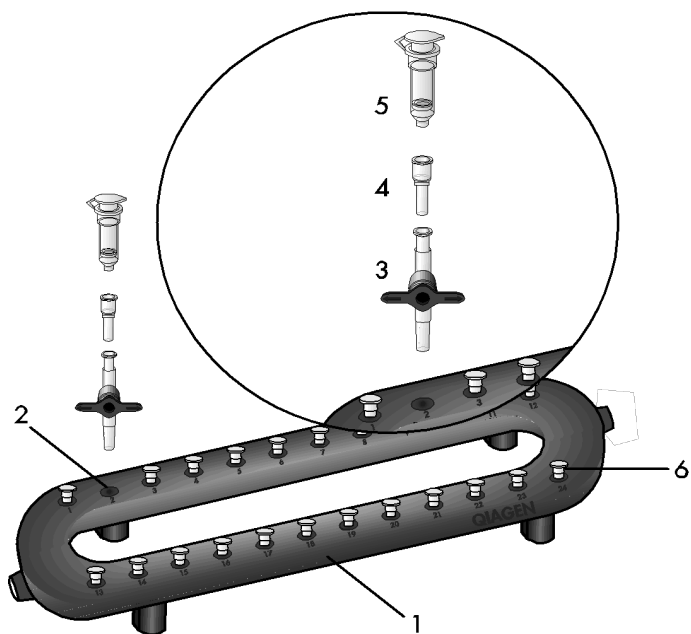

图 4. 使用 VacValves 和 VacConnectors 设置带有 QIAamp Mini 离心柱的 QIAvac 24 Plus。
2. 建议：将 VacValve 插入到待用 QIAvac 24 Plus 上的每个鲁尔插槽中（参见第 26 页的图 4）。
3. 将 VacConnector 插入每个 VacValve 中（参见图 4），或直接插入到待用 QIAvac 24 Plus 上的每个鲁尔插槽中。用鲁尔插头封闭未使用的鲁尔插槽或关闭插入的 VacValve。
4. 将 QIAamp Mini 离心柱放入歧管上的 VacConnector 中（参见图 4）。